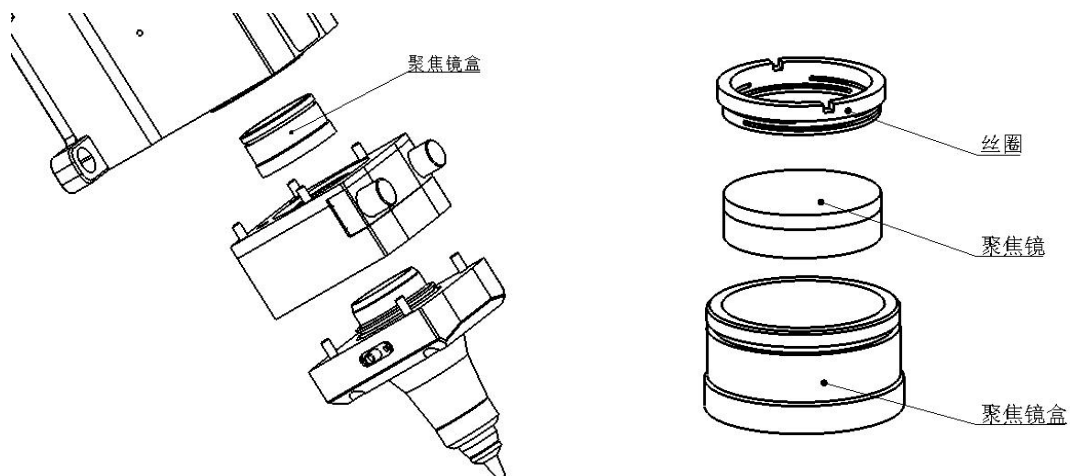

图 16 A235E 切割头聚焦镜盒示意图
- (1) 拆下激光头，移至洁净场所，清理干净激光头表面所有灰尘；
- (2) 用4mm 的内六角扳手拧开准直组件的锁紧螺钉（如图16所示），与准直组件连接的部分用美纹纸封好，防止灰尘调入；
- (3) 用拆镜工具拧出聚焦镜盒，用拆镜工具取下弹簧压圈和聚焦镜；
- (4) 清洁或更换聚焦镜片；